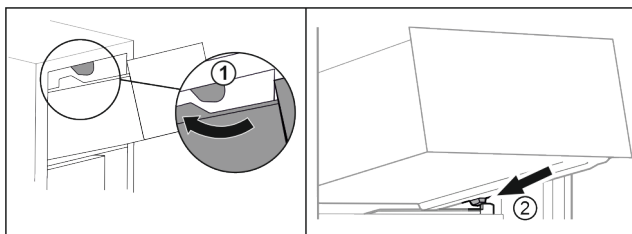

Fig. 63
- ▶ Poprowadzić szufladę wokół górnego stopera. Fig. 63 (1)
- ▶ Założyć szufladę pod skosem za dolnymi stoperami na żebro pojemnika. Fig. 63 (2)